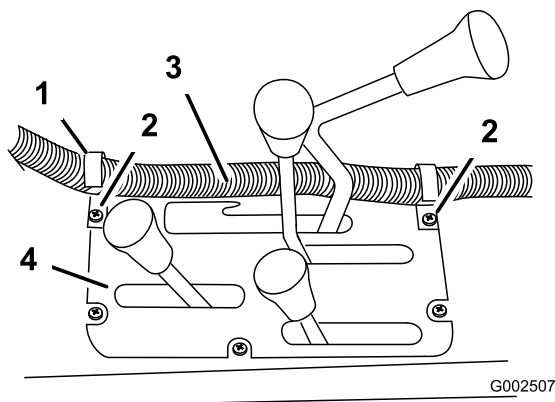
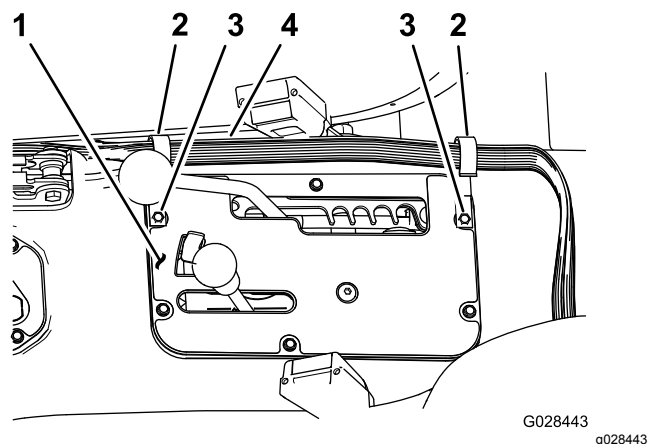

Figure 20
Figure 21
- À l'aide des vis existantes, fixez les 2 clips en J dans la console centrale, aux emplacements indiqués à la Figure 20 ou Figure 21.